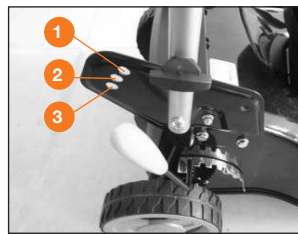
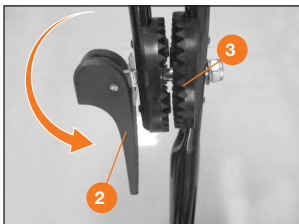
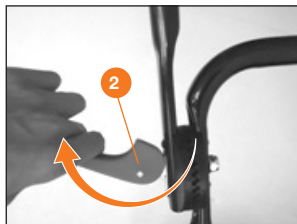
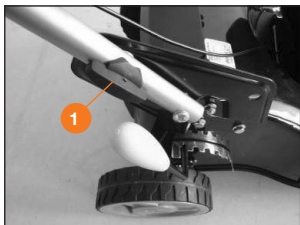

Рис. 8
Рис. 8.1
Рис. 9.1
Рис. 9
- Для газонокосилок **DLM 4240Li, DLM 4240Li-S, DLM 5040Li-S** выберите удобное для вас положение рукоятки 1 2 3 (Рис. 8) и прижмите зажим для фиксации рукояток 1 (Рис. 9). Для газонокосилки **DLM 5040Li-SR** ослабьте зажим 2 отрегулируйте положение рукоятки в пределах -20° до 20° 3 (Рис. 8.1) и зафиксируйте зажимом 2 (Рис. 9.1).